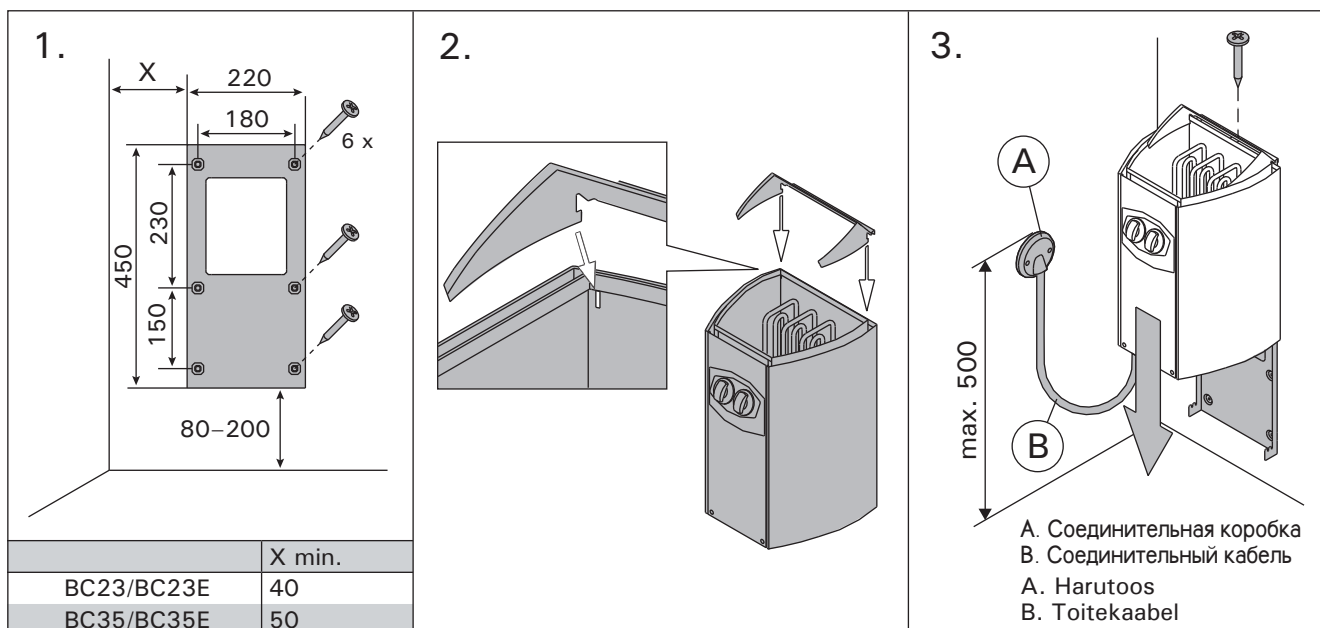

Рисунок 7. Крепление каменки к стене (все размеры приведены в миллиметрах)
См. рис. 7.
- Каменка гибким проводом подсоединяется к соединительной коробке (рис. 7: A) на стене сауны. Соединительная коробка должна быть брызгозащищенной и находиться на расстоянии не выше 500 мм от пола.
- В качестве кабеля (рис. 7: B) следует использовать резиновый кабель типа HO7RN-F или подобный. **ВНИМАНИЕ! Использование кабеля с ПВХ-изоляцией запрещено вследствие его разрушения под воздействием тепла.**